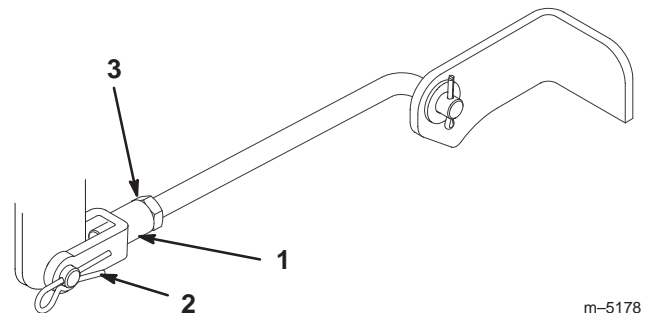

Figure 41
7. Pour régler l'inclinaison avant/arrière des lames, enlevez la goupille fendue des chapes des tourillons avant et desserrez les contre-écrous (Fig. 41).
8. Tournez les chapes sur les tourillons pour modifier le réglage (Fig. 41). Serrez les chapes (raccourcissez les tourillons) pour relever l'avant du plateau, et desserrez-les (allongez les tourillons) pour abaisser l'avant du plateau.